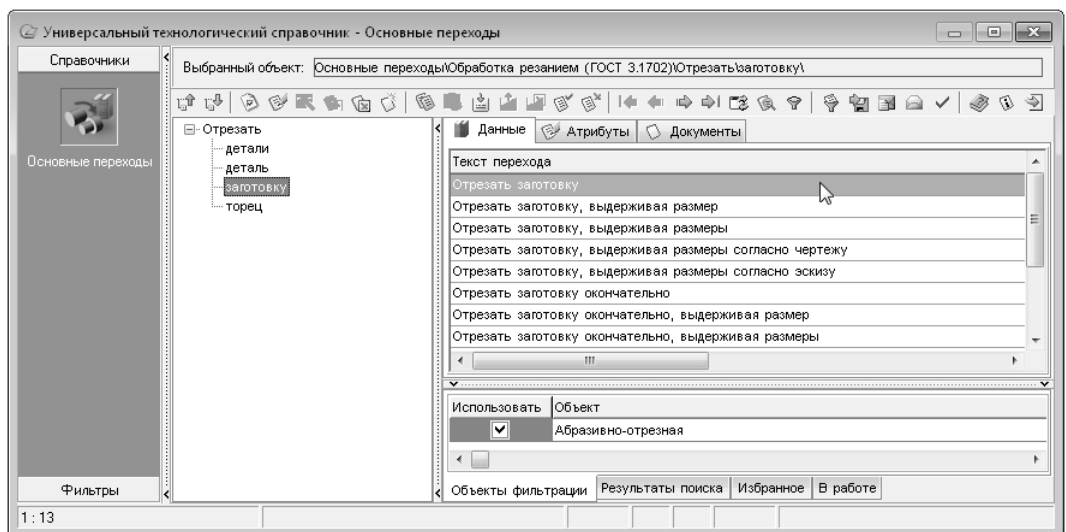

Рис. 2.6.
4. В окне УТС выберите последовательно *Отрезать — заготовку*. Нажмите кнопку **Применить** (рис. 2.6).